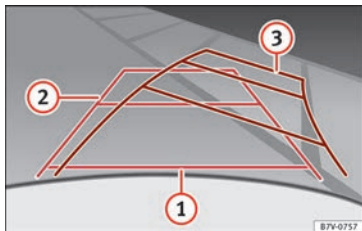

Abb. 216 Bildschirm: Orientierungslinien des Parkraums hinter dem Fahrzeug.
Bedeutung der auf den Bildschirm projizierten Orientierungslinien » Abb. 216. Alle Längenangaben der Orientierungslinien beziehen sich auf ein Fahrzeug, das auf einer waagerechten Fläche steht.
- Langsam rückwärtsfahren und dabei so lenken, dass die gelben Orientierungslinien in die Parklücke führen » Abb. 216 3.